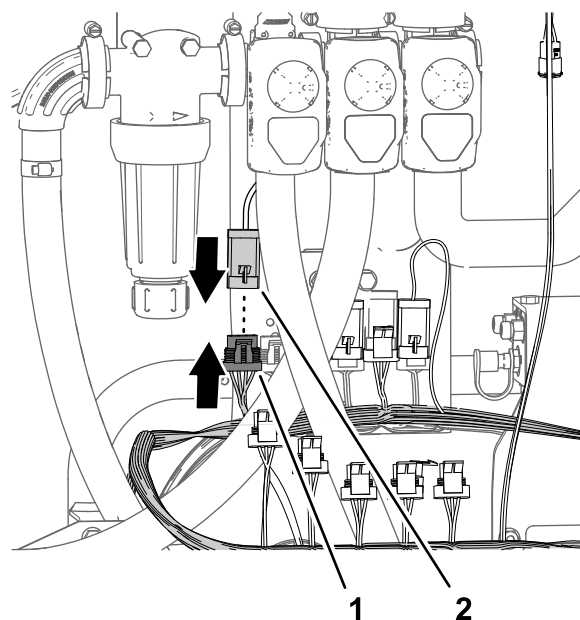

Figura 89
4. Collegate il connettore a 4 pin dell'attuatore per la valvola di frequenza al connettore a 4 prese della diramazione di 89 cm del cablaggio preassemblato del kit indicato come VALVOLA DI FREQUENZA (Figura 89).